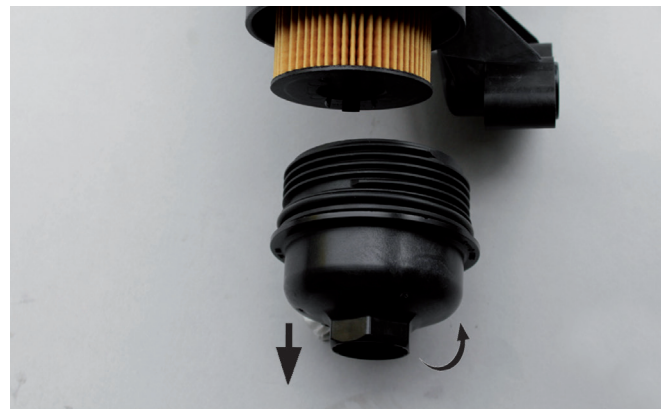

Abbildung 4
- Erst wenn das Ölfiltergehäuse restlos entleert ist, den Deckel abschrauben. (Bild 4)